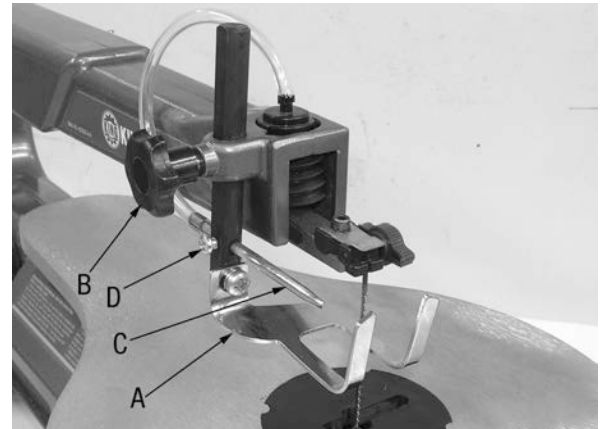

Figure 7
1. Après avoir positionner votre pièce de travail sur la table (avant de mettre la scie en marche), le soutien (A) Fig.7 doit être ajusté juste au-dessus la partie supérieure de la pièce mais pas en contact avec la pièce. Desserrer le bouton de verrouillage (B) du soutien, abaissez le soutien à la hauteur recommandée et resserrez le bouton de verrouillage (B).
2. Positionnez la pointe du souffleur (C) Fig.7 afin qu'elle pointe directement vers la lame. Desserrez la vis (D), pivotez la pointe du souffleur dans la position recommandée et resserrez la vis.